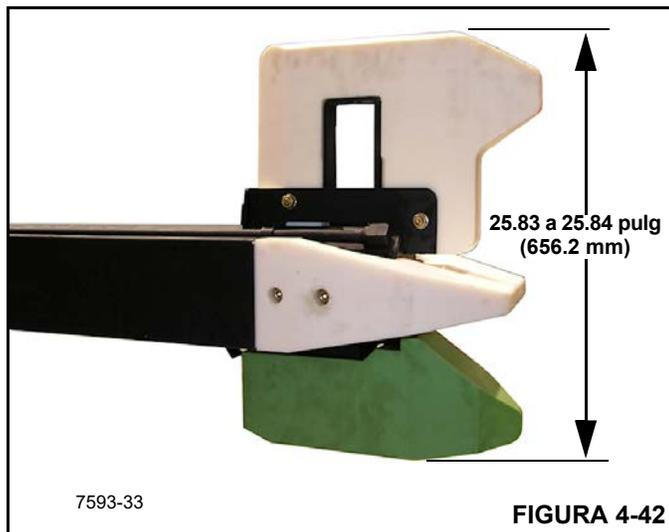

FIGURA 4-42
- Verifique que la distancia entre la parte superior de la almohadilla de desgaste superior en la parte delantera del conjunto del cilindro y la parte inferior de la almohadilla de desgaste inferior en la parte delantera del conjunto del cilindro sea de 25.83 a 25.84 pulg (656.2 mm) (Figura 4-42). Según sea necesario, coloque suplementos la almohadilla de desgaste inferior y el montaje de la almohadilla de desgaste inferior en el cilindro para mantener esta dimensión.